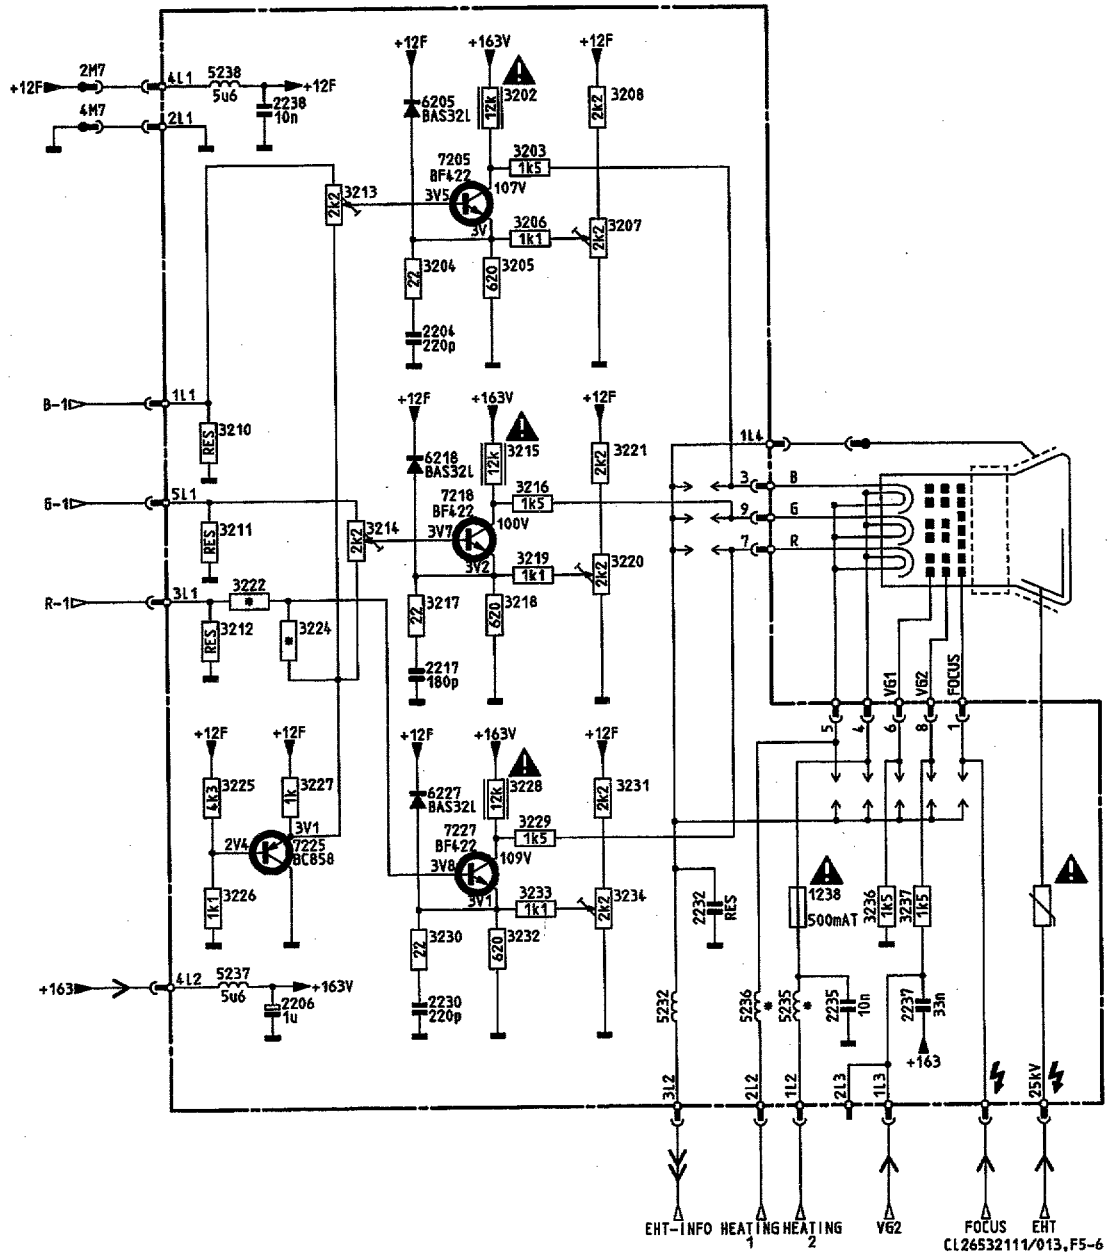

Abb. 5.6
5.5 RGB Endverstärker (Abb. 5.6)